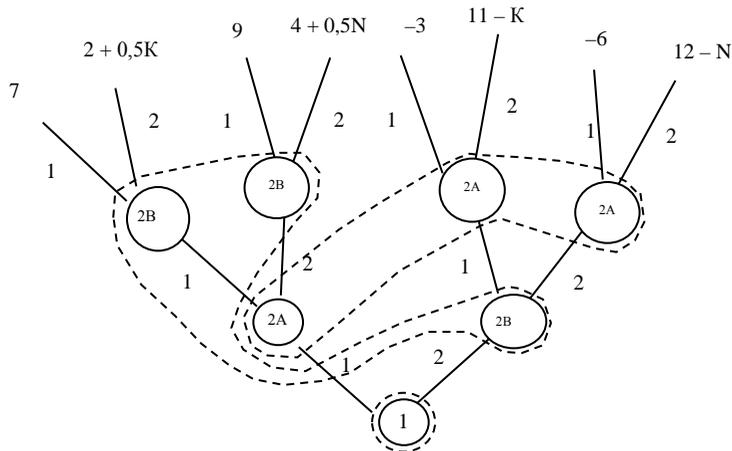

Рис. 1.4. Дерево игры
1. Позиционная игра изображена на рис. 1.4.
га и не могут обмениваться информацией. Если на первом ходе первый игрок выбрал число  $x = 1$ , то на втором ходе делает выбор игрок  $A$ , который выбирает число  $y = 1$  или  $2$ , после чего на третьем ходе делает выбор игрок  $B$  и выбирает число  $z = 1$  или  $2$ . Если же первый игрок на первом ходе выбрал число  $x = 2$ , то на втором ходе делает выбор игрок  $B$ , выбирая число  $y = 1$  или  $2$ , а на третьем ходе выбор делает игрок  $A$ , выбирая число  $z = 1$  или  $2$ , о чем свидетельствуют информационные множества, изображенные на рис. 1.4. Информационные множества для второго игрока охватывают второй и третий уровни, так как каждый член его команды, делая свой ход, не знает, делает ли он второй или третий ход.